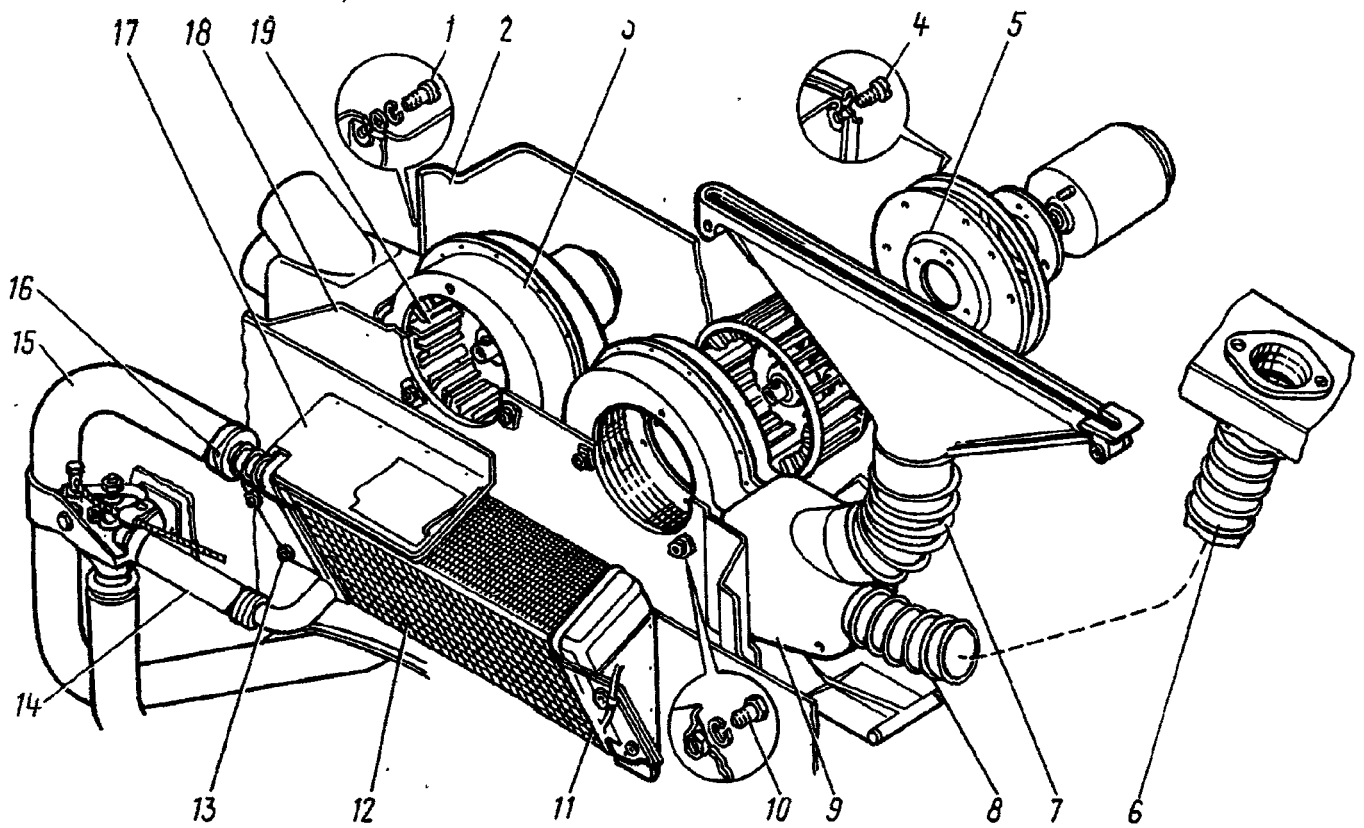

Рис. 67. Система отопления и вентиляции кабины:
5. Выверните винты 1 (рис. 67) и снимите кожух 2 вентилятора	Отвертка